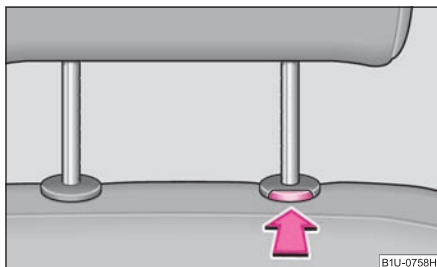

Fig. 58 Sacar reposacabezas
- Pulse la tecla del seguro en el sentido de la flecha ⇒ fig. 58 y extraiga el reposacabezas.